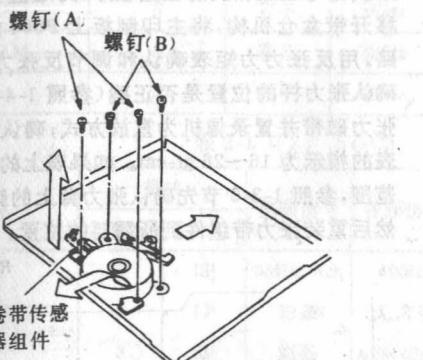

图 1-3-36 卷带电机组件的更换
#### ① 卷带电机组件的更换(图 1-3-36)。
将机座翻个个让底板朝上,拆下两个螺丝(A)和两个螺丝(B),拔掉 3 芯插头,该插头是卷带传感器组件与卷带电机的联线插头。沿图 1-3-36 箭头所示方向拆下惰轮组件,然后沿箭头所示方向卸下卷带电机。